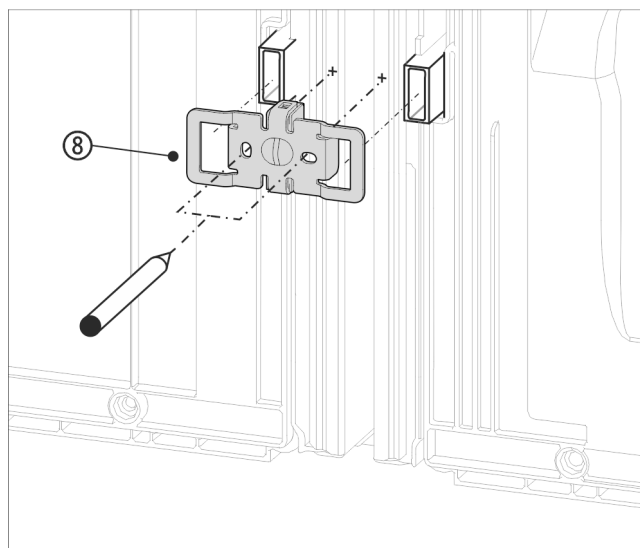

Fig. 17 Zobrazení příkladu
- ▶ Úhelník Fig. 17 (8) zasuňte vybráním přes úchyt pro vymezovač odstupů od stěny.